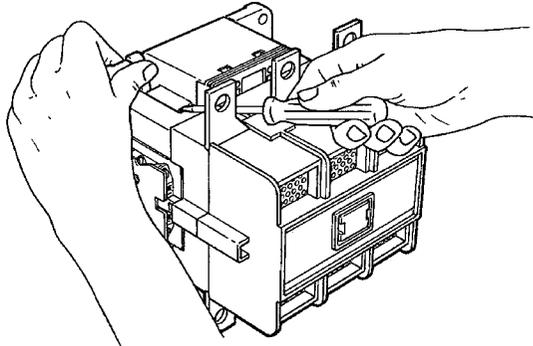

Fig. 1
- Changer la bobine (voir figure 1).
- Byt spole enligt Fig. 1.
- Sostituire la bobina come da Fig. 1.
- Cambie la bobina según la Fig. 1.